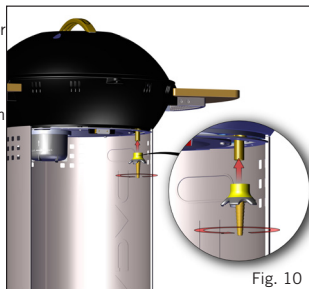

Fig. 10
- **MERK!** Når du installerer halen, sørg for at den holdes rett mens du strammer halens mutter, for å hindre en mulig gasslekkasje. Skru fast med passende fastnøkkel. (Fig. 10)
- I 3B/P (30), I 3B/P (37) og I 3+ (28-30/37) Apparaters kategorier: Monter ventilens haledel på ventilen ved å skru den på mot klokken. Skyv en godkjent slange på ventilens haledel til den er på plass. På den andre enden, feste en passende lav trykkregulator (I3B / P (30): 30mbar Butan / Propan konfigurasjoner regulator; I3 + (28-30/37): 30mbar Butan regulator eller 37mbar Propan regulator), I3B / P (37) : 37mbar Butan / Propan konfigurasjoner regulatorer). Den type slange som brukes skal være i samsvar med relevante EN-standard og finne kravet. I Sør-Afrika må regulatoren brukes være i samsvar med SANS 1537.
- I 3B/P (50) Apparaters kategori: Skru en slange med de riktige beslagene på hver ende, på venstre hånd ¼" BSP gjenge i ventilen. Fest en egnet 50 mbar lavtryksregulator på den andre enden av slangen. Slangemonteringen brukes må være i samsvar med DIN 4815 del 2 eller tilsvarende.